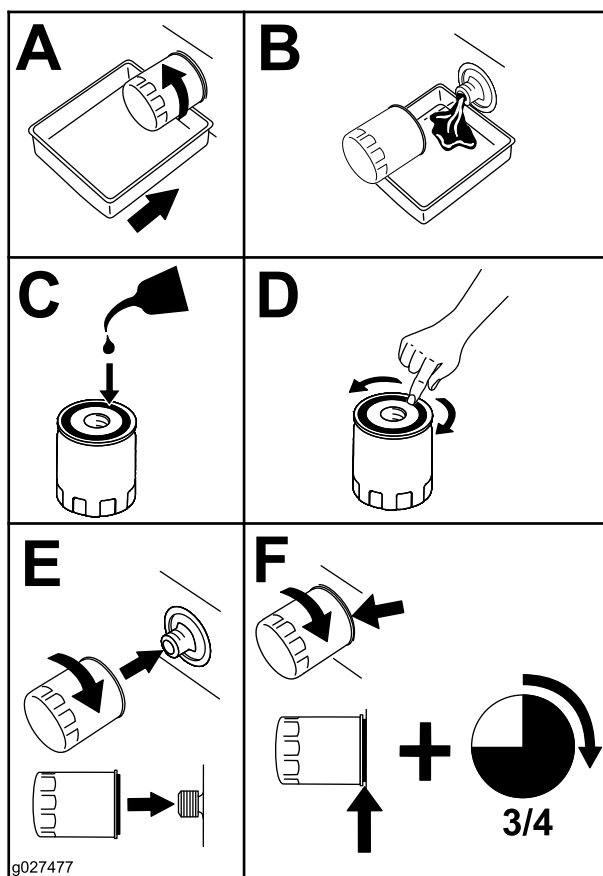

Рисунок 33
- Замените масляный фильтр двигателя (Рисунок 33).
3. Найдите и снимите свечу (свечи) зажигания, как показано на Рисунок 33.